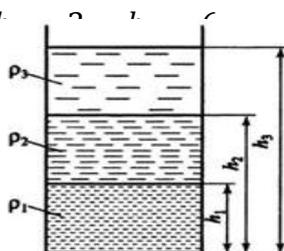

Рисунок 2
4. Несмешивающиеся жидкости с плотностями ρ_1, ρ_2 и ρ_3 находятся в сосуде (рис. 2). Определить избыточное давление на основании ρ_1, ρ_2, ρ_3 , если $\rho_1 = 1000$ кг/м³; $\rho_2 = 850$ кг/м³; $\rho_3 = 760$ кг/м³; $h_1 = 1$ м; $p_{изб}$